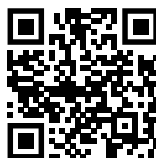

Fig. 86
- ▶ Otvorite Liebherr SmartMonitoring Dashboard. (pogledajte Fig. 86)